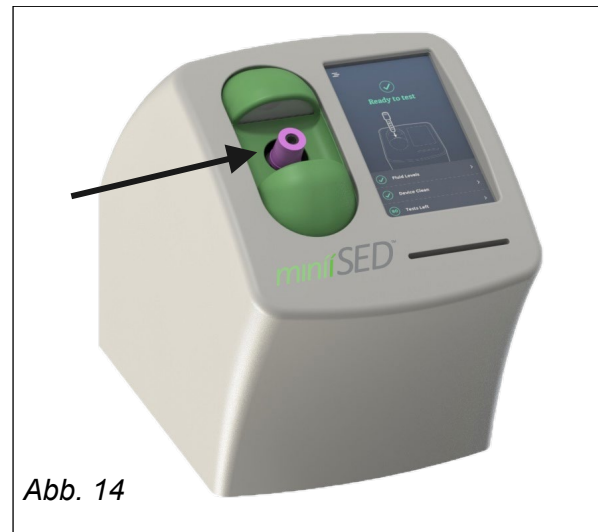

Abb. 14
- 4.2.1. Stecken Sie das geschlossene Primärröhrchen mit dem Strichcode nach unten in den Ladeanschluss des Analysators, wie angezeigt (Abb. 14).